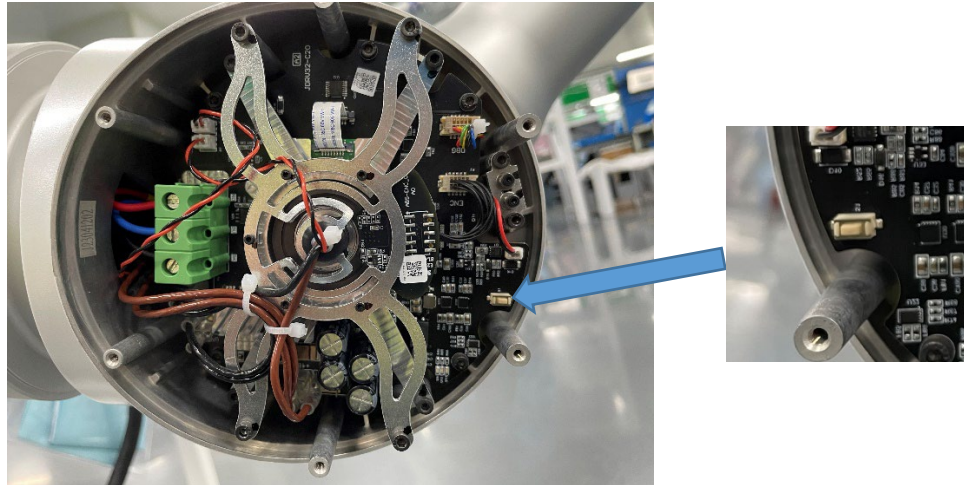

图 3-6 托 珩
- 轻按白色按钮松开，闪烁灯闪烁，闪烁次数为关节的号码数，如图 3-6 所示：